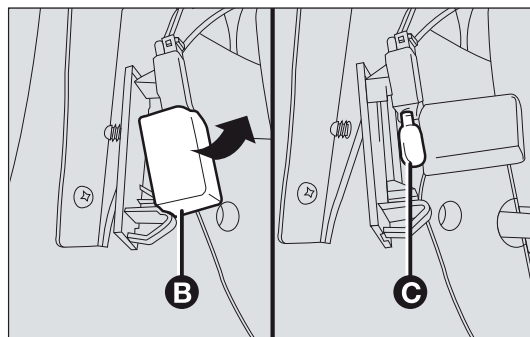

fig. 164
- ☐ abra la protección de la lámpara B-fig. 164 y sustituya la lámpara C introducida a presión;